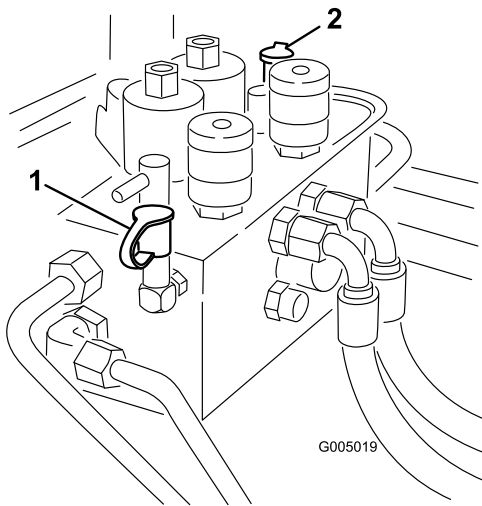

Figura 82
2. Il foro diagnostico B (Figura 82) agevola la diagnostica del circuito idraulico degli elementi di taglio anteriori.
3. Il foro diagnostico C (Figura 82) agevola la diagnostica del circuito idraulico degli elementi di taglio posteriori.